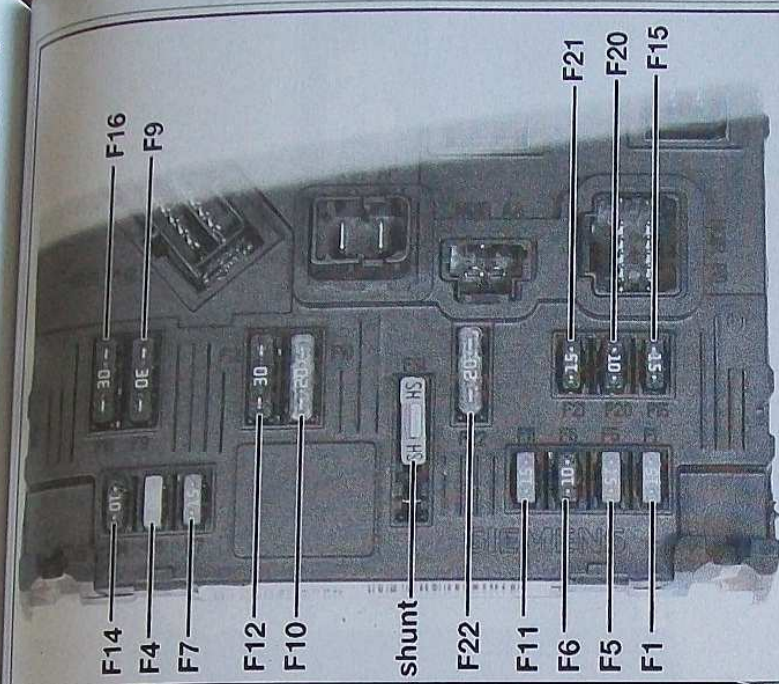

FIG. 1
- les fusibles habitacle se trouvent dans la partie inférieure gauche de la planche de bord, derrière une trappe d'accès (Fig.1).
Affectation des fusibles habitacle (Fig.1)